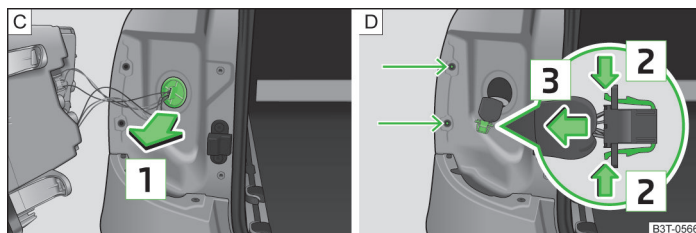
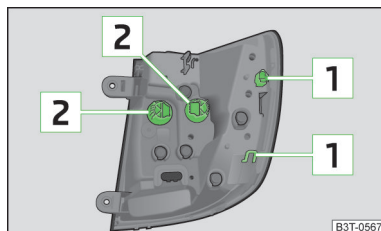

Fig. 212 Demontarea garniturii/ conectorul lămpii
Fig. 213
- Scoateți garnitura din cauciuc în sensul săgeții [1] » fig. 212 - [C].
- Detașați cablajul împreună cu conectorul » fig. 212 - [D].
- Comprimați ambele tastele de blocare în sensul săgeții [2] » fig. 212 - [D].
- Montați garnitura din cauciuc pe caroserie, în sens contrar săgeții **1** » fig. 212 - **C**.
- Introduceți blocul optic spate cu orificiile **1** » fig. 213 la pagina 253 în bolțurile din caroserie » fig. 212 - **D**.
- Rotiți soclul becului **2** » fig. 213 în sens antiorar și scoateți-l din carcasa lămpii.